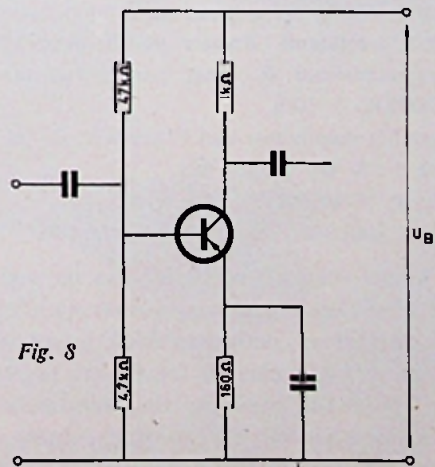

Fig. 8
3. Van de versterktrap uit fig. 8 is gegeven: